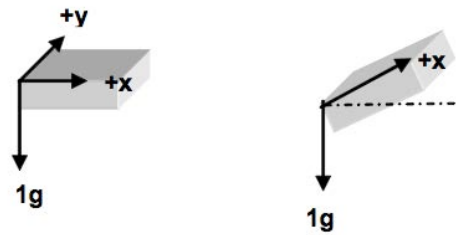

Figura 3.6.3. Accelerometro a due assi con *tilt* su un asse.
Nel caso di un accelerometro a due assi (XY) montati perpendicolarmente alla forza di gravità, il calcolo del *tilt* è limitato ad un asse di sensibilità. Come mostrato, ad esempio, nella Figura 3.6.3 di destra, l'accelerometro è inclinato lungo l'asse X . L'asse Y rimane a 0 g in corrispondenza ad un giro completo dell'asse X intorno a Y .